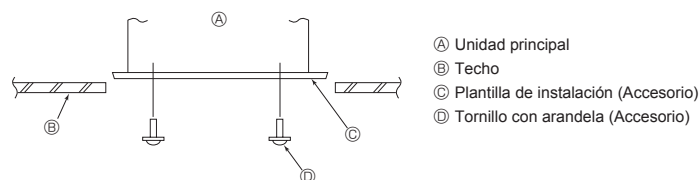

Fig. 4-7
4.6. Confirmación de la posición de la unidad principal y apriete de los tornillos de sujeción (Fig. 4-7)